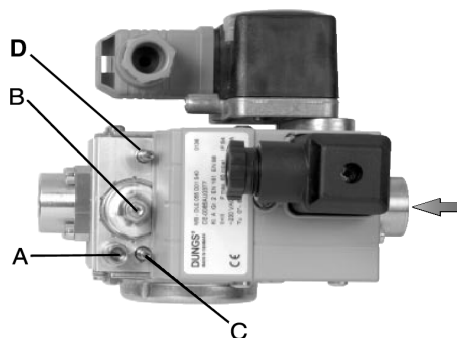
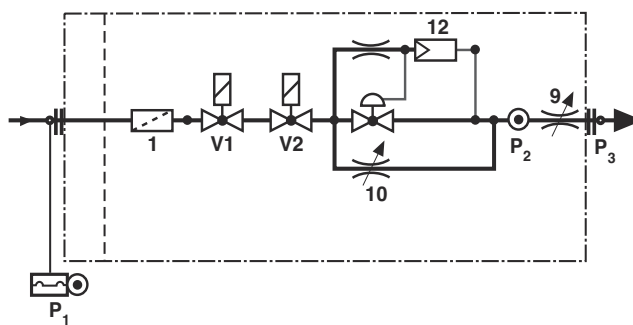

Fig. 8 -DUNGS MBC 65-DLE
Fig. 9
- A.** presa pressione P2 (Fig. 9) a monte valvola D
- C.** valvola di accensione (n.10 in Fig. 9)
D. valvola di portata massima (n.9 in Fig. 9)
- svitare la vite **A** (Fig. 8) della presa di pressione e collegare il manometro;
- impostare al minimo il regolatore di pressione, girando la vite di regolazione **B** (Fig. 8) in senso antiorario;
- regolare la fiamma durante la fase di accensione utilizzando il by-pass **C** (vd. Fig. 9 n.10). Girando in senso orario, la portata del gas diminuisce, mentre aumenta girando in senso antiorario. Si raccomanda di non eccedere con la portata di accensione, pena l'inefficienza dello stabilizzatore **B** (Fig. 8).
Agire sul regolatore di pressione fino a raggiungere la portata desiderata, mediante la vite di regolazione **B** (Fig. 8): per aumentare la portata, girare la vite in senso orario, per ridurla, girare la vite in senso antiorario.
La valvola di regolazione D del riduttore della quantità del gas principale è stata completamente aperta in fabbrica: la sua posizione non deve essere modificata. Dopo avere eseguito tutte le regolazioni, rimuovere il manometro e riavvitare la vite di chiusura A (Fig. 8) nella presa per il manometro. La valvola di regolazione D del riduttore della quantità del gas principale è stata completamente aperta in fabbrica: la sua posizione non deve essere modificata. Dopo avere eseguito tutte le regolazioni, riavvitare la vite di chiusura A (Fig. 8) nella presa per il manometro..